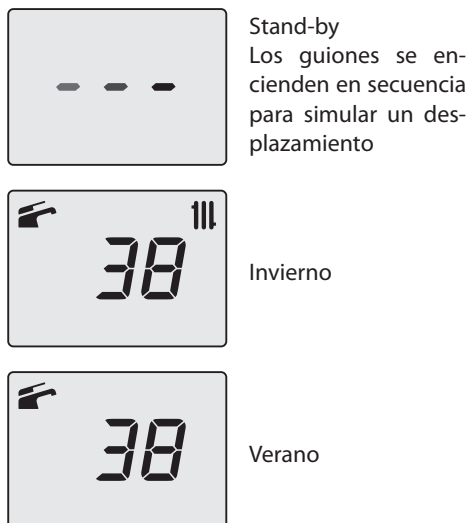

Figura 2.1
- Conecte la alimentación eléctrica de la caldera accionando el interruptor bipolar incluido en la instalación. El display LCD muestra el estado en el que se encuentra la caldera (el último memorizado) (Figura 2.1).